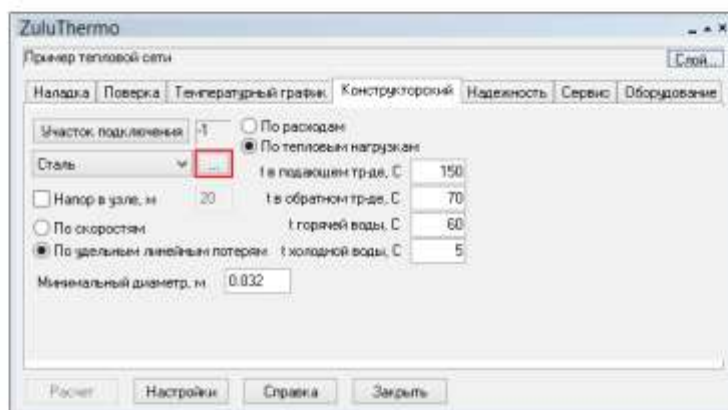

Рисунок 20.2. Открытие справочника по трубам
4. На панели Zulu Thermo нажать кнопку  (смотрите Рисунок 20.2. «Открытие справочника по трубам»).